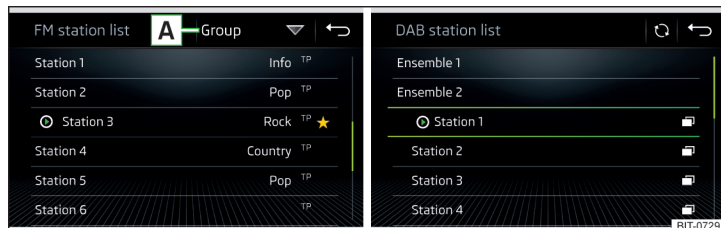

Fig. 175 Ejemplo de la lista de emisoras FM/DAB disponibles:
- ▶ Para **clasificar** (FM) las emisoras en la secuencia alfabética, según grupo o género, pulsar la superficie funcional » fig. 175 » .
- ▶ Para la **filtración** de la emisora según el tipo de programa (p.ej. cultura, música, deporte, etc.), pulsar en la lista de emisoras FM (con la función RDS encendida) y en la lista de emisoras DAB (en la clasificación alfabética seleccionada de la lista de emisoras) la superficie funcional » fig. 175.
- ▶ Para la actualización **manual**, pulsar la superficie funcional » fig. 175.